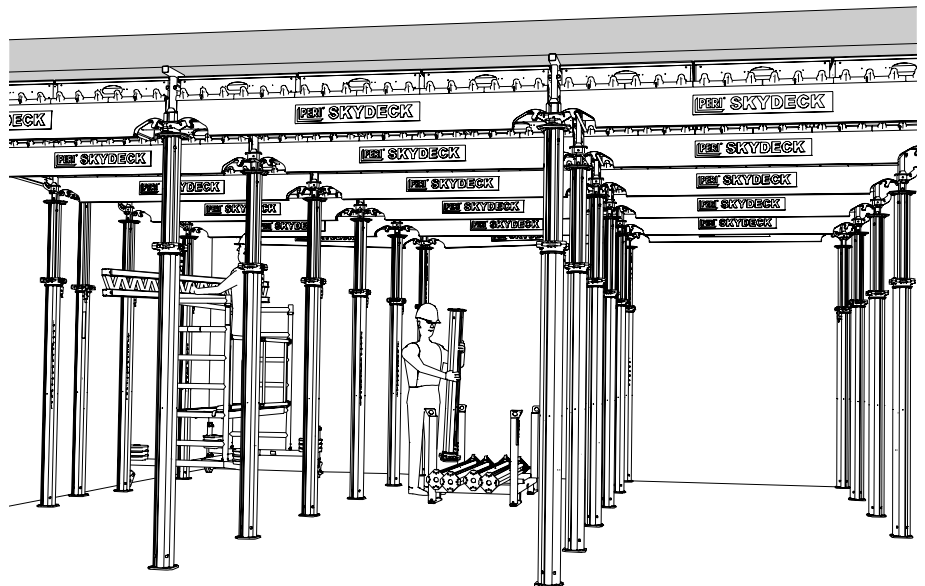

Fig. A12.02
- Démontez les éléments complémentaires standards tels que solives bois, poutrelles de rive, supports de rive, plaques combi, et les stocker dans des palettes.. (Fig. A12.02)